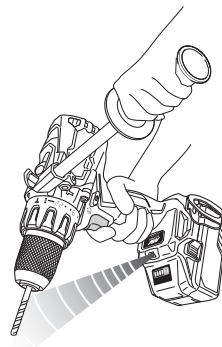

Fig. 23
17. Messages d'alerte par témoin DEL (Fig. 23)